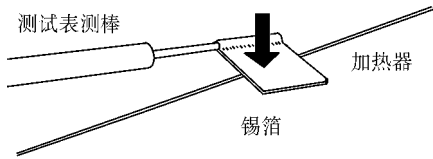

图 18-157 用手指对着加热丝按锡箔
- ①在测量加热丝电压时，应在负极（-）测量棒的顶部卷裹一片锡箔，然后按图 18-157 所示用手指对着加热丝按锡箔。